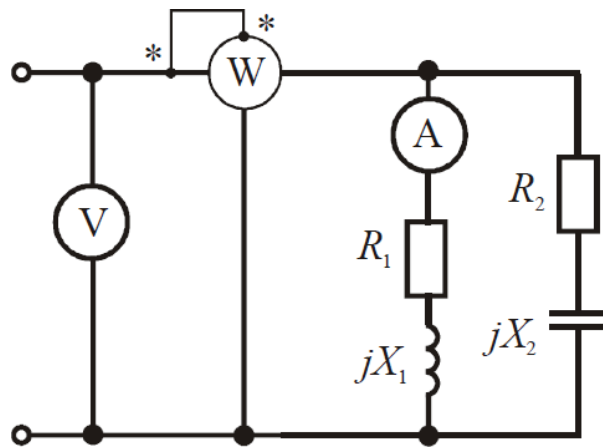

Рис. 2
**Задача 3.** В цепи (рис. 2) активные и реактивные сопротивления ветвей соответственно равны  $R_1, X_1$  и  $R_2, X_2$ . Ток, измеренный амперметром,  $I_1$ . Определить: а) показания